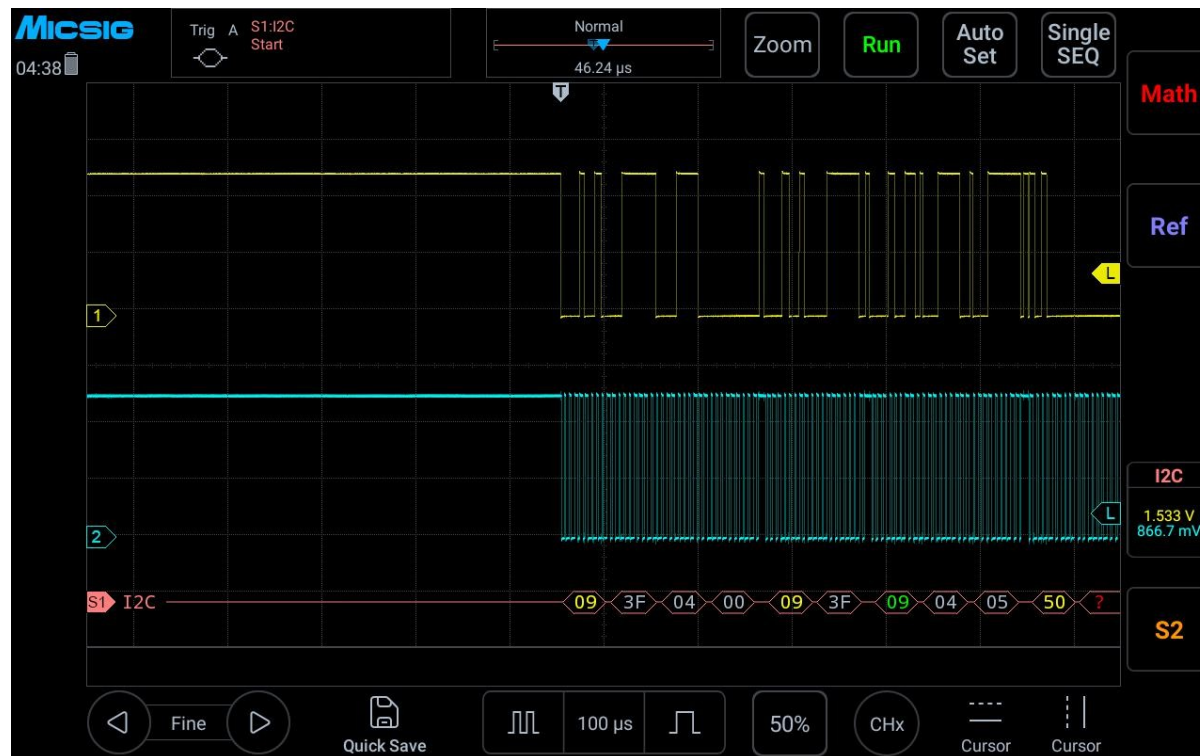

Abbildung 13-24 Grafische Benutzeroberfläche für I²C
- (1) Tippen Sie auf S1, um den Dekodierkanal zu öffnen, und klicken Sie erneut auf S1, um das Buskonfigurationsmenü zu öffnen;
- (2) Wählen Sie als Bus-Typ „I2C“ aus, öffnen Sie das Bus-Einstellungsmenü und wählen Sie den Takt SCL als Kanal Ch2 aus;
- (3) Öffnen Sie das Konfigurationsmenü für den Triggermodus und tippen Sie auf dem Touchscreen auf „Startbedingung“.
- (4) Stellen Sie den Schwellenwert der beiden Kanäle entsprechend der Signalamplitude ein; die grafische Benutzeroberfläche für den I2C-Trigger ist in Abbildung 13-24 dargestellt: